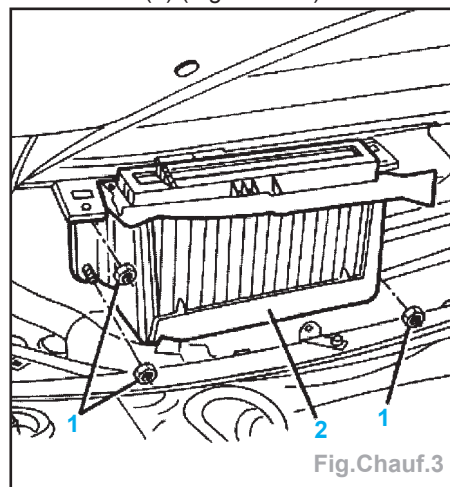

Fig.Chauf.3
- Dans le compartiment moteur, déposer les écrous (1) (Fig.Chauf.3).